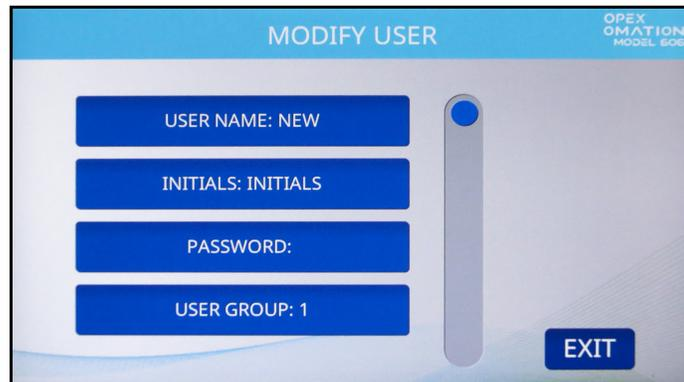

Abbildung 6-40: Bildschirm „Benutzer ändern“
2. Drücken Sie einen Benutzer, um ihn auszuwählen. Der Bildschirm **MODIFY USER (BENUTZER ÄNDERN)** wird angezeigt (Abbildung 6-40).